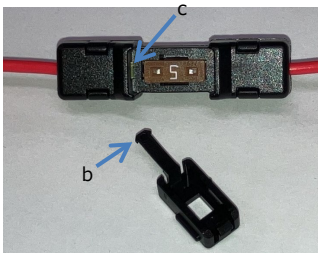

図 4
- ① バンド b 部 (ツメ) をヒューズケース c に挿入してください。(図 4)